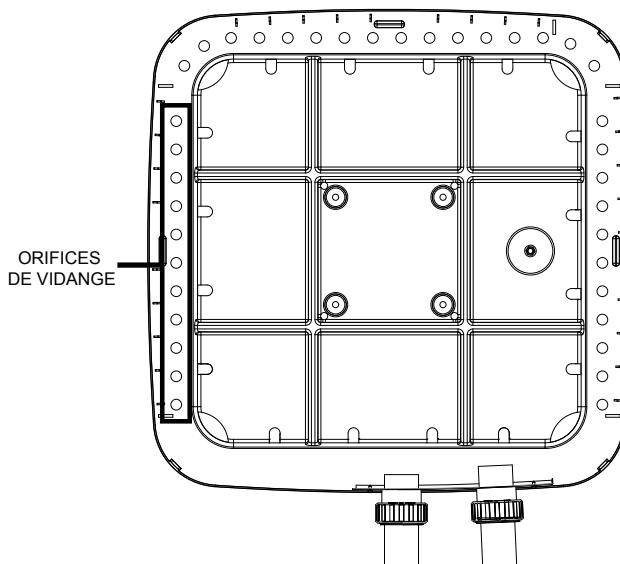

Figure 67. Orifices de vidange de la condensation
1. Assurez-vous régulièrement que les orifices de vidange de la base sont libres de toute obstruction pouvant prévenir l'écoulement de la condensation. Voir la **Figure 67** pour connaître l'emplacement des orifices de vidange de la condensation.